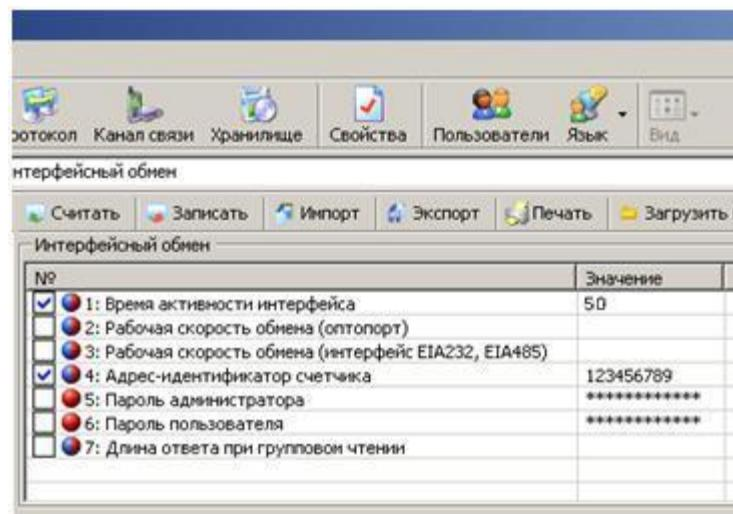

Рисунок 52 – Интерфейсный обмен
- Проверить значения начальной и рабочей скорости через интерфейс, они должны быть равны 9600 бод (5) (см. п. 5.4.3).
- Чтением параметра «время активности интерфейса» убедиться, что его значение равно 50 с. (см. рисунок 52).
- Чтением параметра «адрес-идентификатор счетчика» (см. рисунок 52) убедиться, что его значение равно 9 последним цифрам серийного номера, без нулей перед значащими цифрами, т.е. если 9 последних цифр заводского номера имеют вид «000000001», то идентификатор равен «1».